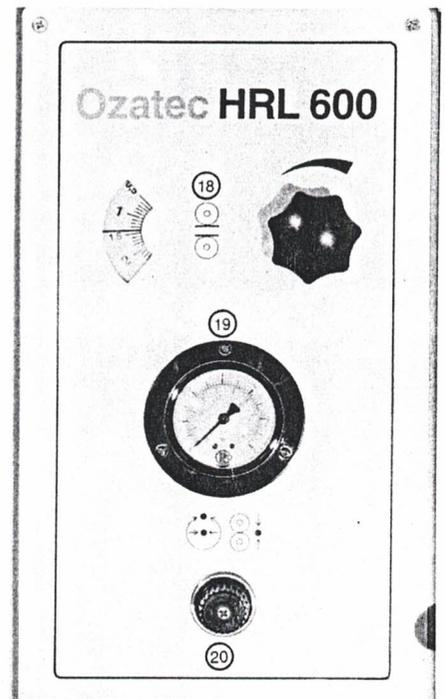
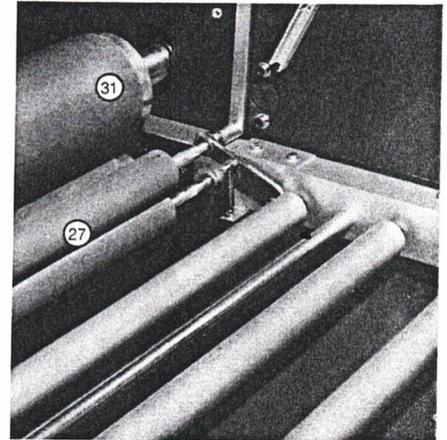

Abb. 11
Abb. 18
6.2 Bedienpult, linke Seite (Abb. 11)
⑱ Zentrale Spaltverstellung mit
Die Druckzylinder 30 sind mit der oberen Laminierwalze 31 (Abb. 18) fest verbunden. Über ein Handrad 18 (Abb. 11) auf der linken Frontseite der Maschine wird über Drehbewegung der Spalt zwischen oberer und unterer Walze verkleinert oder vergrößert. Er ist auf der neben dem Handrad angeordneten Skala in mm (ca.-Wert) ablesbar. Die Einstellung kann im Bereich von 0 – 6 mm erfolgen. **Die Spaltverstellung muß ohne Anpreßdruck (Manometer-Anzeige 0 bar) erfolgen.**